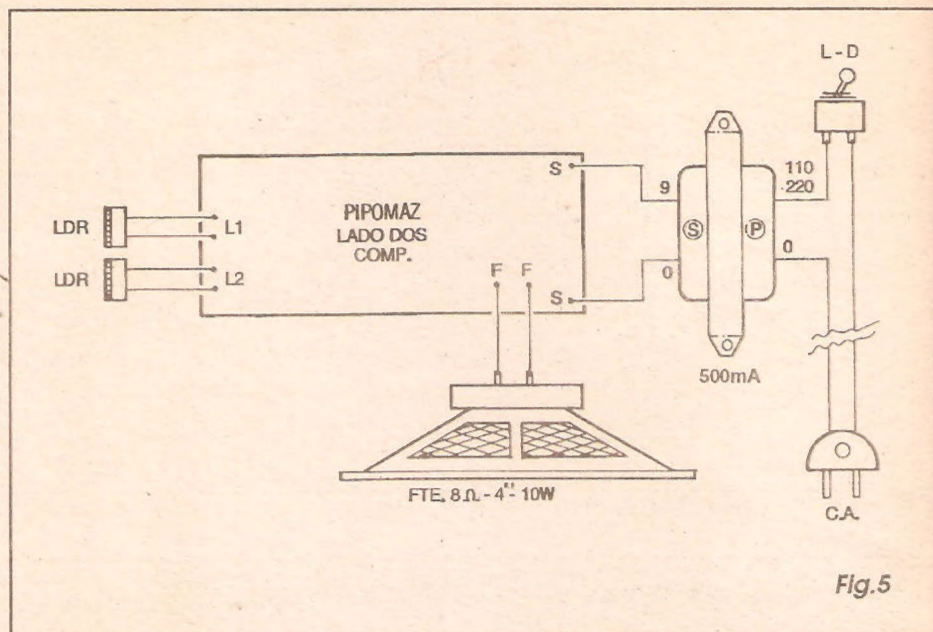

Fig.5
- FIG. 5 - CONEXÕES EXTERNAS À PLACA - O circuito impresso é ainda visto pela sua face não cobreada, enfatizando-se agora as ligações externas... Os dois LDRs devem ter seus terminais (não polarizados...) ligados aos conjuntos de ilhas/furos marcados com **L1** e **L2**... Os terminais do alto-falante vão (através de pedaços de fio isolado, no conveniente comprimento...) aos pontos **F-F**. Finalmente, os dois fios aproveitados do *secundário* do trafo (correspondentes aos terminais de 0V e 9V, conforme já visto...), vão aos pontos **S-S**... Observar também as conexões do *primário* (P) do transformador ao interruptor geral e respectivo *rabicho* (em dúvida, consultar a figura 4-A...). Notar ainda que os dois LDRs, muito provavelmente deverão também ser conectados à placa através de pares de fios finos, de modo a mais confortavelmente organizar seu posicionamento nos respectivos tubos, conforme mostrarão as próximas figuras...